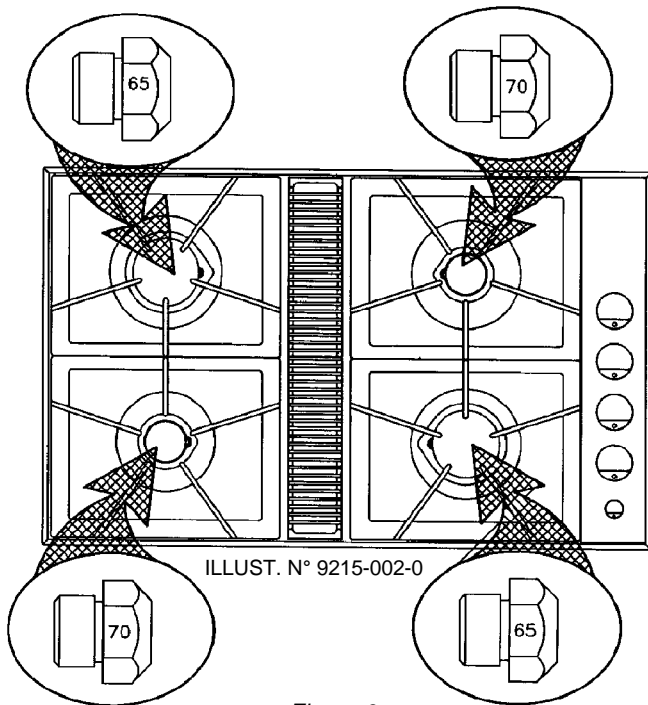

Figure 6
5. Prendre le paquet de bouchons-orifices pour GPL collé sous le compartiment des brûleurs. Les bouchons-orifices ont des chiffres estampés sur le côté. Ce chiffre est un code qui correspond au diamètre de l'orifice et à l'emplacement du brûleur auquel le bouchon convient. Voir la figure 6 à la page suivante pour l'emplacement correspondant aux divers codes sur les plaques de cuisson à 4 feux et à 5 feux.